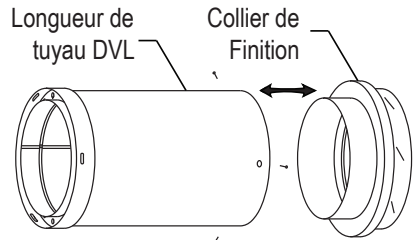

Figure 5
2. Raccorder le DVL à un collier de finition (Figure 5)